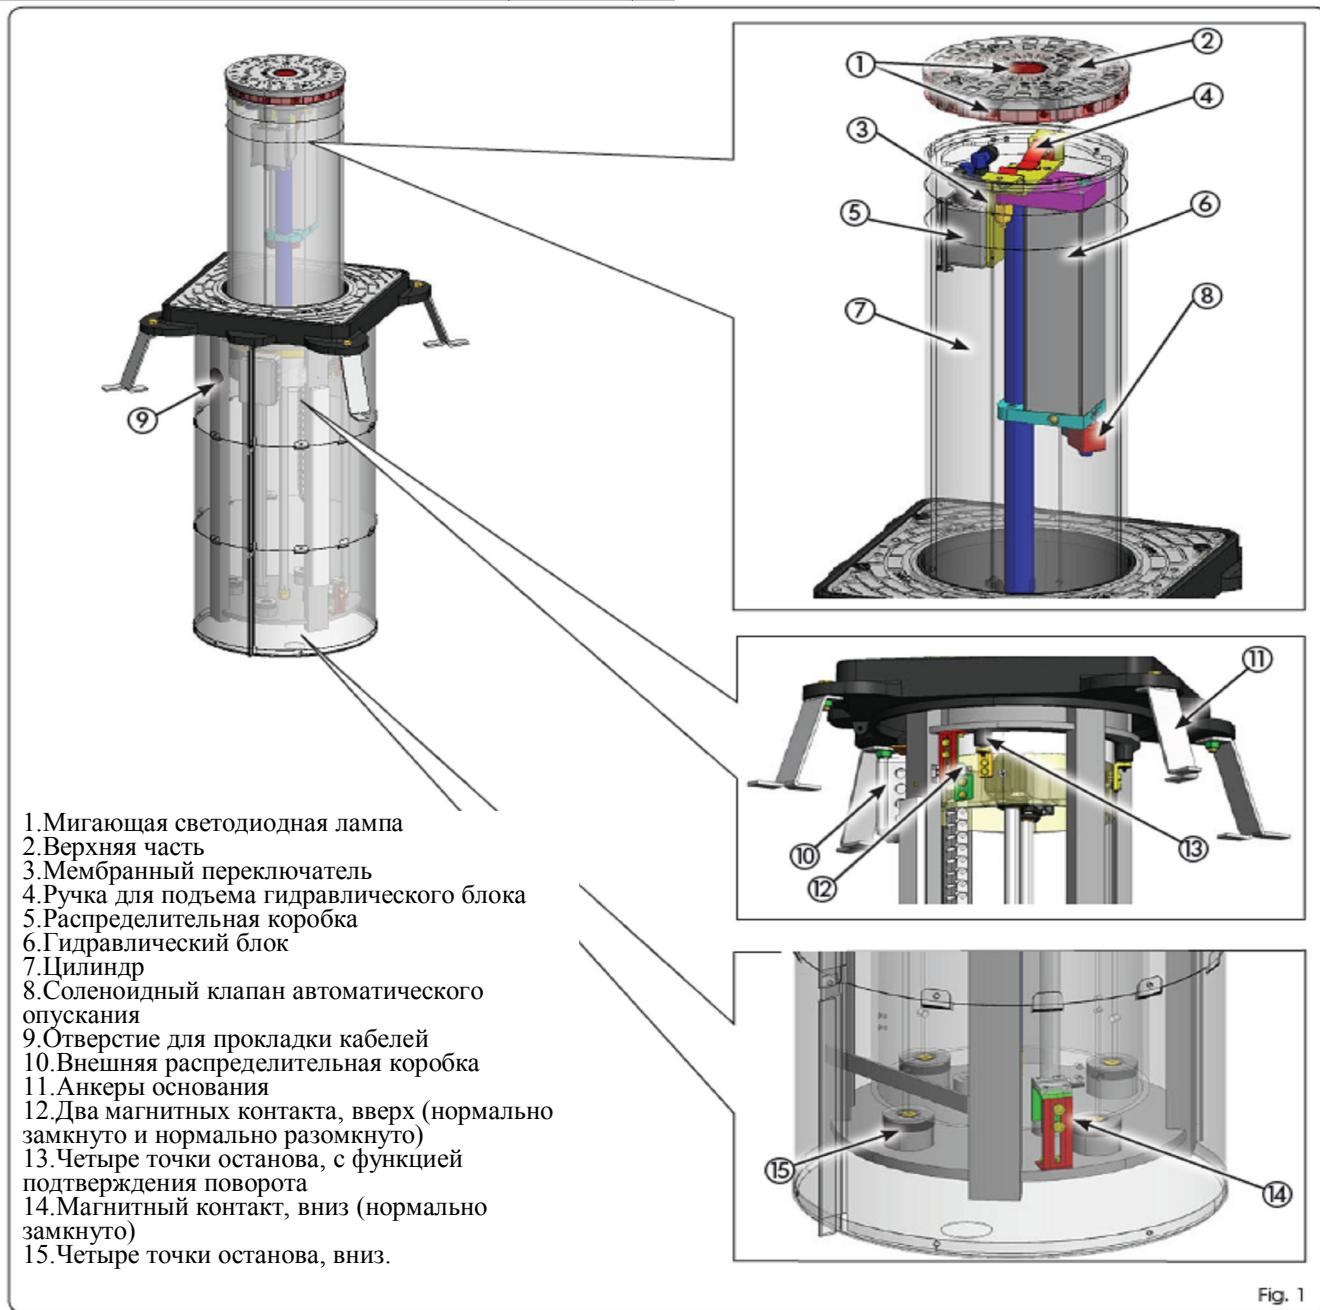

Fig. 1
Опускание тумбы обычно происходит при отключении питания за счет срабатывания соленоидного клапана, расположенного в гидравлическом блоке (см. рис.1, обозначение (8)).